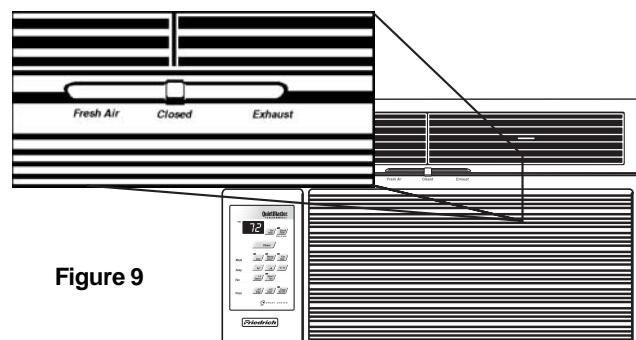

Figure 9
② **FRAIS** - Appuyez sur le bouton *Cool* pour passer automatiquement au mode de fonctionnement COOL.
③ **VENTILATEUR SEULEMENT** - Appuyez sur le bouton *Fan Only* si vous désirez faire fonctionner le ventilateur seulement. Vous voudrez peut-être utiliser cette fonction avec le levier *Fresh Air / Exhaust* pour faire entrer de l'air de l'extérieur dans la pièce ou pour évacuer l'air vicié. (La fonction *Fresh Air / Exhaust* est située à l'avant du climatiseur près du haut. Voir la figure 9 à la page 43.)
④ **MoneySaver®** - Appuyez sur le bouton MoneySaver® pour activer la fonction MoneySaver®. Cela permet de synchroniser le ventilateur avec le compresseur de manière à ce que le ventilateur ne fonctionne pas constamment.
Le réglage *Fan Only* peut aussi être utilisé avec le réglage d'échappement d'air (EXHAUST) pour évacuer l'air vicié ou de la fumée d'une pièce; ou il peut être utilisé avec le réglage *Fresh Air* pour faire entrer de l'air de l'extérieur dans la pièce. Cela est particulièrement utile au printemps et à l'automne lorsque le refroidissement peut ne pas être nécessaire. Les commandes *Fresh Air* et *Exhaust* se trouvent dans la zone supérieure d'échappement d'air. La position centrale de cette commande est la position normale ou fermée, qui recycle l'air pour un rendement maximal dans le mode de refroidissement (voir la figure 9).
Les commandes *Fresh Air* et *exhaust* se trouvent dans la zone supérieure d'échappement d'air (voir la figure 9, page 43). La position centrale de cette commande est la position normale ou fermée, qui recycle l'air pour un rendement maximal dans le mode de refroidissement.
Votre climatiseur a la capacité de faire entrer de l'air frais dans la pièce ou d'évacuer l'air vicié hors de la pièce. Le levier de contrôle se trouve dans la partie supérieure de l'unité (voir la figure 9).